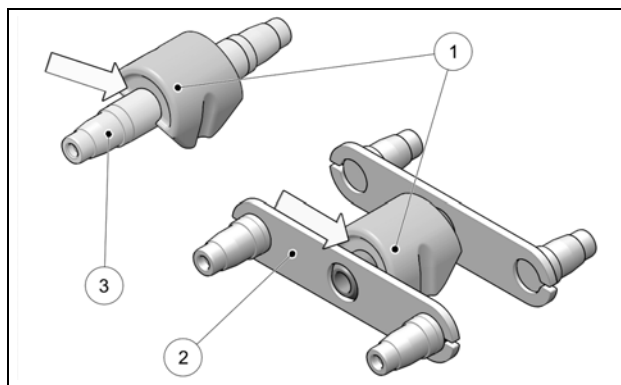

Figure 40
Vérifier que les supports de caoutchouc (1) aux tandems (2) et aux arbres de roue (3) sont fixés les uns contre les autres et ne montrent pas de début de séparation (décollement) entre les composantes. Figure 40.